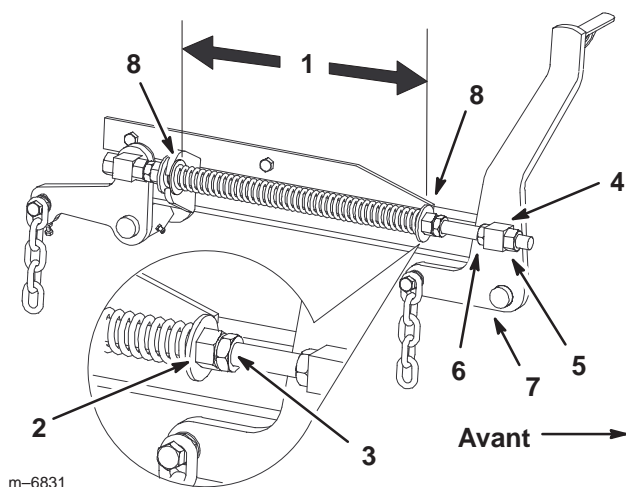

Figure 65
7. Desserrez d'environ 13 mm (1/2 pouce) les écrous de blocage à l'avant des pivots avant gauche et droit (Fig. 65).
8. Réglez les écrous de relevage sur les côtés gauche et droit de la machine de manière à **abaisser l'avant de 6 à 10 mm (1/4 à 3/8 pouce) au point A par rapport au point B à l'arrière** (Fig. 65).
2. Vérifiez que les deux grandes rondelles sont espacées de 26,7 cm (10–1/2 pouces) (Fig. 65).
3. Réglez cette distance en desserrant l'écrou de blocage du ressort et en tournant l'écrou devant chaque ressort (Fig. 65). Tournez l'écrou dans le sens horaire pour raccourcir le ressort, et dans le sens inverse pour l'allonger.
4. Bloquez l'écrou en position en serrant l'écrou de blocage du ressort (Fig. 65).